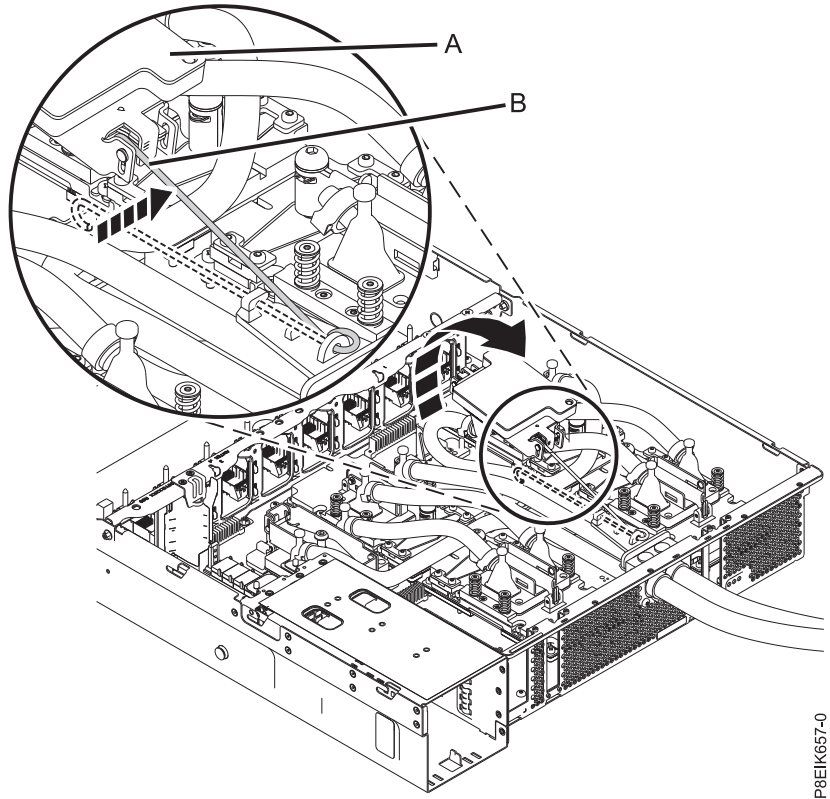

Figure 181. Retrait de la plaque froide
- b. Soulevez la plaque froide (A) afin de la séparer du processeur système que vous retirez et attachez-la au crochet de service (B), comme illustré figure 181, à la page 161.